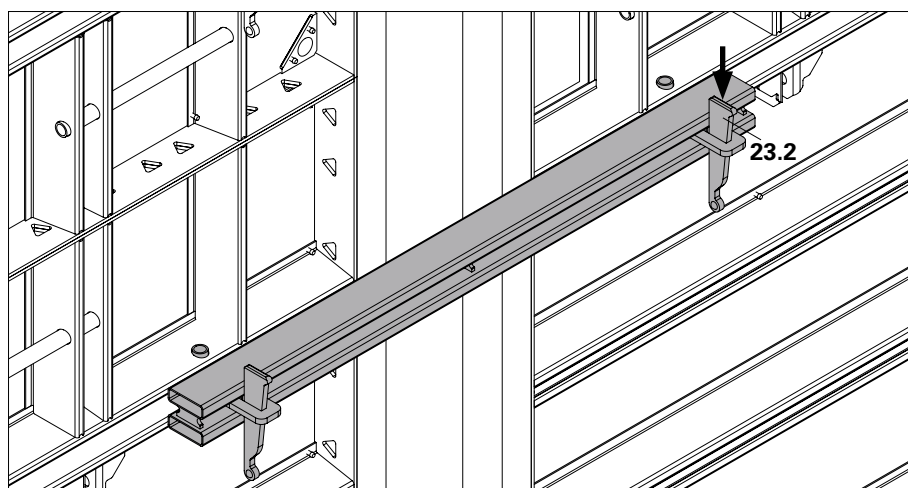

Fig. A4.11
- Ora il traverso di compensazione (23) è fisso in posizione. (Fig. A4.11)